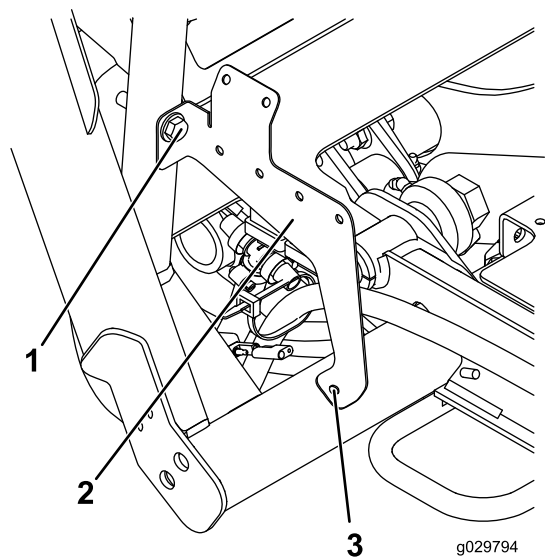

Figura 25
1. Monte, sem apertar, o suporte de relé na estrutura. Utilize um parafuso (¾ pol. x 2 pol.), anilha (0,406 pol.) e porca (¾ pol.), tal como se ilustra na Figura 25.
2. Marque o local indicado na Figura 25.